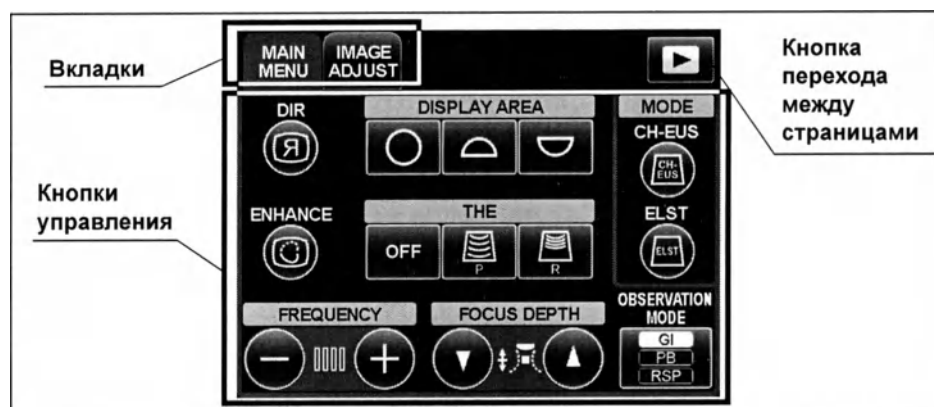

Рисунок 6.12
- На рис. 6.12 показан дисплей сенсорной панели при использовании ультразвукового эндоскопа с электронным радиальным сканированием.